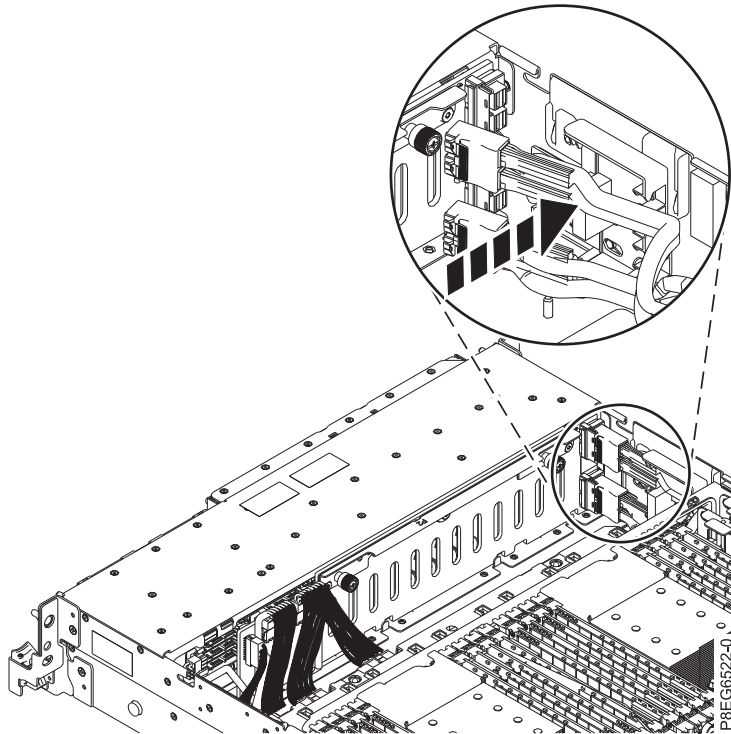

Figure 8. Réinstallation des câbles SAS avant
6. Réinstallez le câble SAS avant dans le guide-câble sur le côté du châssis, comme illustré dans la figure 8.